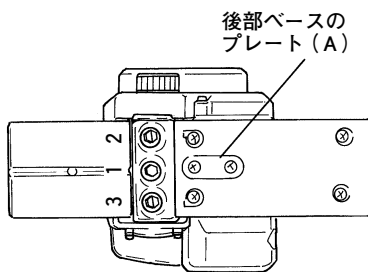

図 21
(6) 図 18 のように刃高調整定規のプレート (B) を指で「ポン」と押すと、刃高調整定規は後部ベースのプレート (A) (図 15, 図 21 参照) に強く吸い着きます。
(9) 次に、抜き取っておいた真ん中のボルトをネジ込み、ボックススパナで 3 本のボルトを図 21 の順序で、2～3 回くり返して十分に締付けます。
(10) かな胴を反転し、反対側も同じように取付けます。